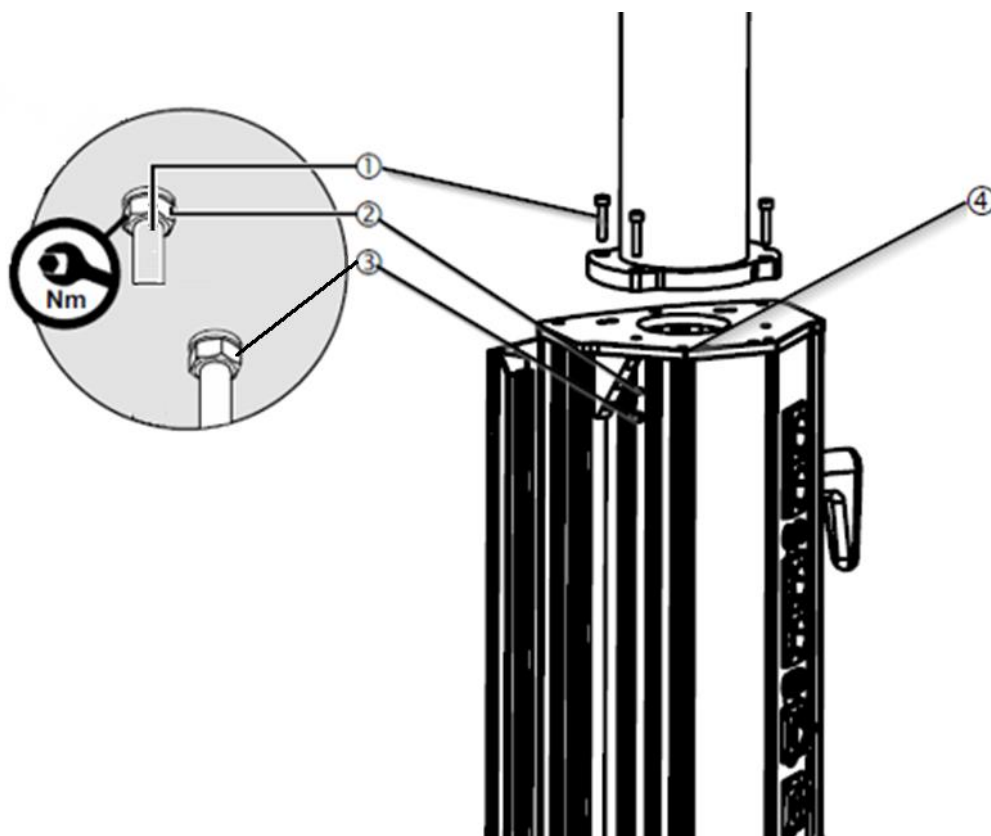

Fig. 20 Montage de la tête de service sur le tube de descente.
- Ouvrez l'un des couvercles latéraux de la tête d'entretien ① en retirant les vis à tête cylindrique M4x16 ④ situées en haut et en bas. Le couvercle latéral peut maintenant être ouvert comme indiqué dans la figure 20, révélant l'intérieur de la tête de service.